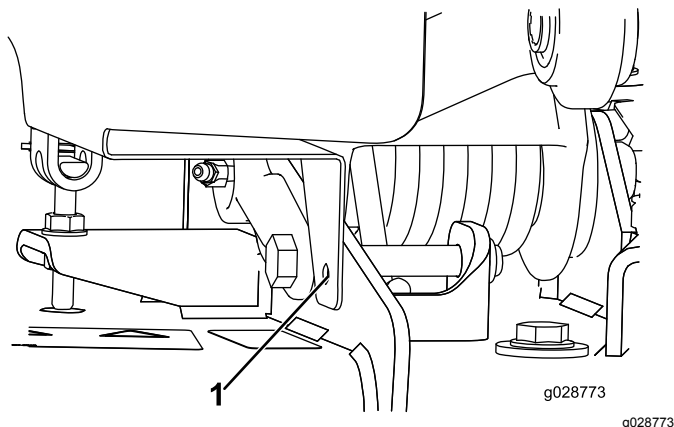
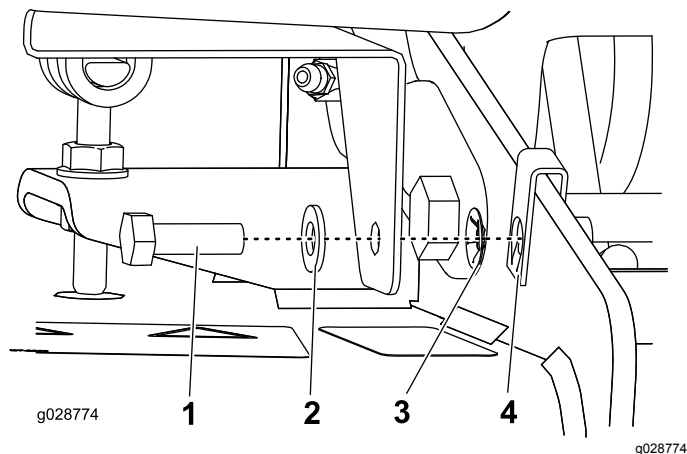

Figure 13
Figure 14
Remarque: Il est nécessaire de percer un trou dans le cadre pour installer le boulon inférieur et l'écrou de retenue. Voir la Figure 13 et la Figure 14.
3. Repérez le centre du trou dans la patte inférieure à l'avant du capot, déposez le capot et percez un trou de 1,12 cm (Figure 13).
4. Fixez le capot en place avec les fixations fournies (Figure 14).